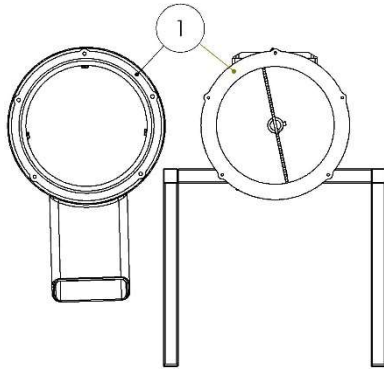

Fig. 1
- 1) Stellen Sie sicher, dass die Oberflächen der Brechkammer und der Montageplatte sauber und unbeschädigt sind. Bild 1.